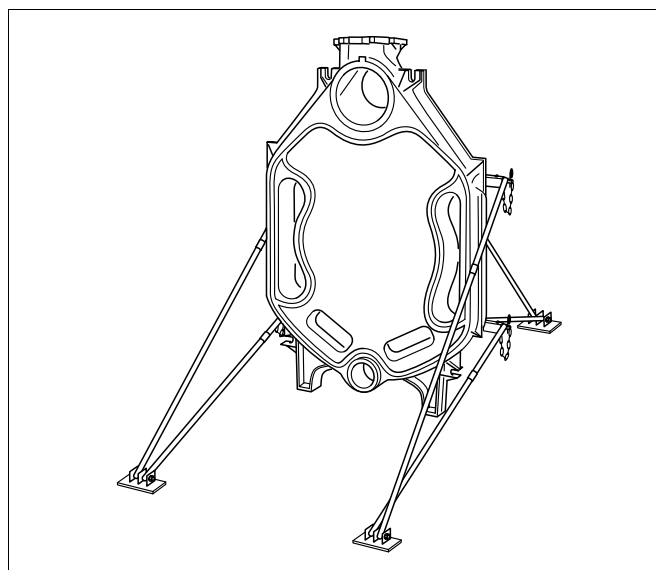
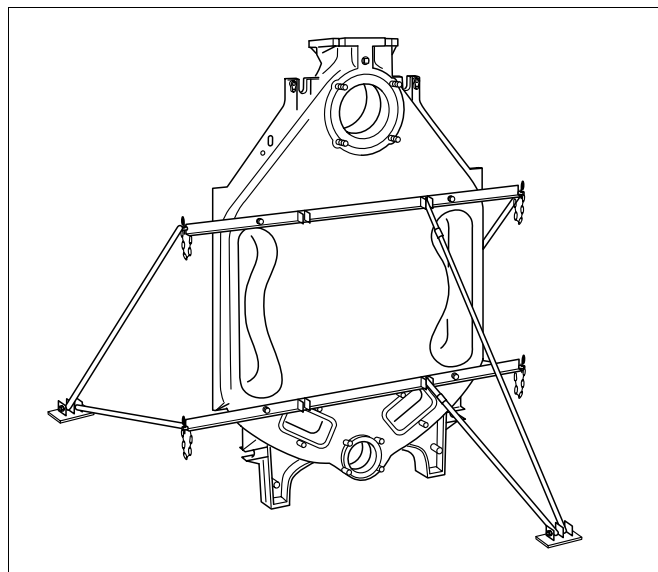

Fig. 9 Bakelement med montert montasje-hjelpemiddel
Fig. 11 Festing av montasje-hjelpemiddel
- Sett opp bakelementet og sikre det mot å velte ved hjelp av montasje-hjelpemiddelet (se Fig. 11 og Fig. 9 samt separat monteringsanvisning for montasje-hjelpemiddelet).